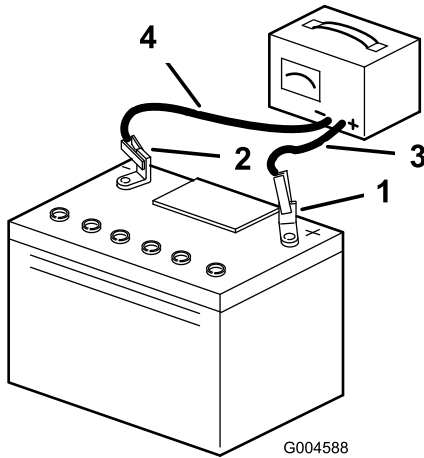

Figura 28
5. Desconecte los cables del cargador de los bornes de la batería (Figura 28).